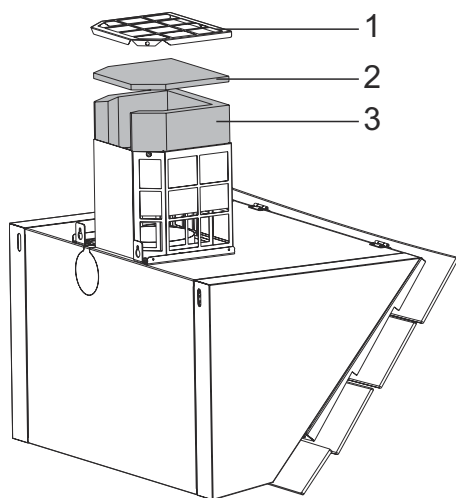

Fig. 10
- Fjern toppladen på kulfilter kabinettet for at komme ind til de vaskbare kulfilter puder (Fig. 10).
- Tag nu de vaskbare kulfilter puder ud (Fig. 10).